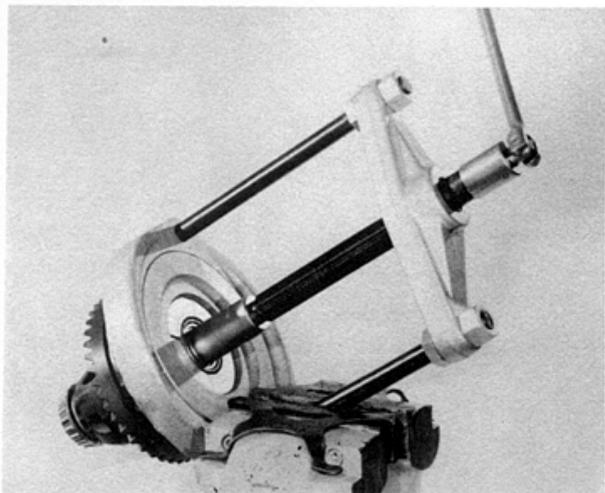

Fig. 14 - Extração do rolamento com extrator.
– Retirar os rolamentos do diferencial com o extrator indicado (Fig. 14). Colocar num arame, calços, anel do rolamento e capas dos rolamentos. Identificar de quais dos lados elas foram retiradas. Se os calços estiverem gastos trocá-los por novos quando da montagem. Os calços são encontrados nas espessuras de .003", .005", .010" e .030".